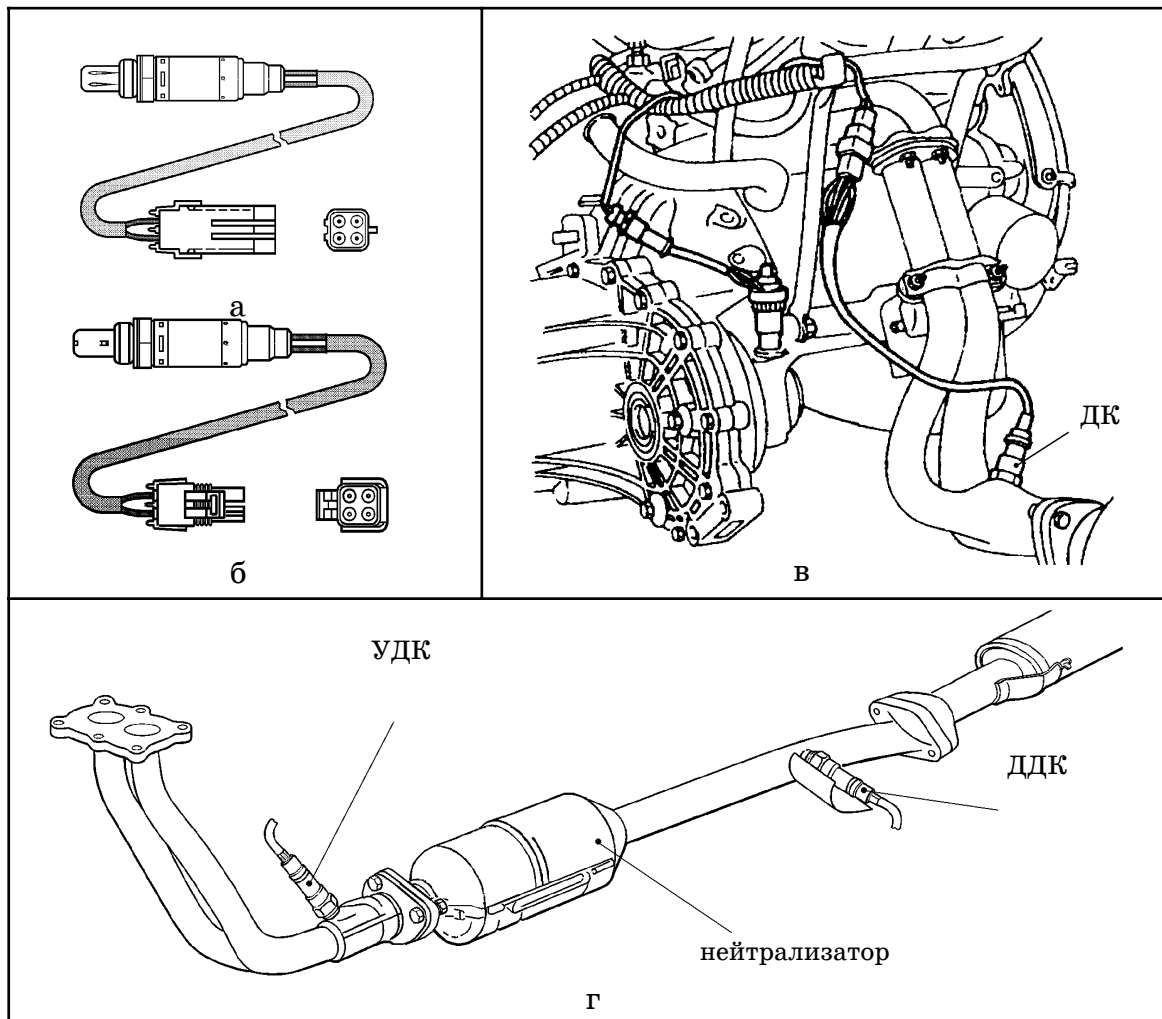

Рис.10 Внешний вид и расположение датчика кислорода:
Датчик кислорода используется только в паре с нейтрализатором и устанавливается в нижней части приемной трубы глушителя, рис.10 в.
В зависимости от типа системы автомобиля могут оснащаться датчиком кислорода GM, дет. 2112-3850010-11, рис.10 а, (аналог BOSCH LZH 24, дет. 2112-3850010-40) или BOSCH LZH 25, дет. 2112-3850010-20.
- управляющий датчик кислорода (УДК) 2112-3850010-20, рис.10 а;
- диагностический датчик кислорода (ДДК) 2112-3850010-30, рис.10 б.
УДК устанавливается в нижней части приемной трубы глушителя, рис.10 г, ДДК - после нейтрализатора, оба датчика имеют одинаковый принцип работы.